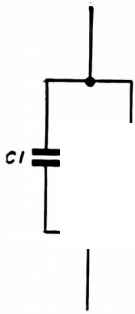

FIG. 105
A. Associação em paralelo de capacitores (fig. 105)